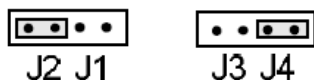

Fig.2 Posição da ponte do módulo de entrada/saída J2, J4
- A ponte no módulo de entrada/saída deve ser conectada em J2/J4 (Fig. 2)